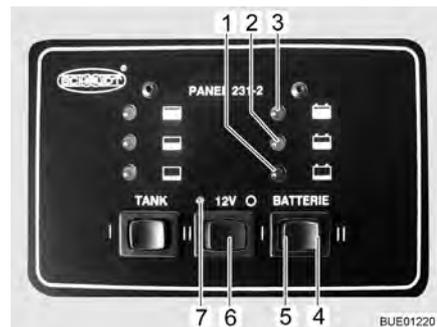

Fig. 96 Panel
El interruptor principal de 12 V (Fig. 96,6) conecta y desconecta la alimentación de 12 V del habitáculo.
- Presionar el interruptor basculante "12 V" (Fig. 96,6) a la izquierda: La alimentación de 12 V del habitáculo está conectada. La luz de control de 12 V (Fig. 96,7) se enciende de color verde.
Desconectar: ■ Presionar el interruptor basculante "12 V" (Fig. 96,6) a la derecha "O": La alimentación de 12 V del habitáculo está desconectada. Se apaga la luz de control de 12 V (Fig. 96,7).
Indicar: ■ Presionar la parte izquierda "I" (Fig. 96,5) del interruptor basculante "BATTERIE": Indica el estado de carga de la batería del habitáculo.
La parte derecha "II" (Fig. 96,4) del interruptor basculante "BATTERIE" no tiene función.
La luz de control roja (Fig. 96,1), con el símbolo "", está iluminada: La batería del habitáculo está descargada. Cargar la batería del habitáculo por completo inmediatamente.
La luz de control amarilla (Fig. 96,2), con el símbolo "", está iluminada: La batería del habitáculo está a media carga. La reserva de energía alcanza sólo para un período limitado de tiempo. Recargar pronto la batería del habitáculo.
La luz de control verde (Fig. 96,3), con el símbolo "", está iluminada: La batería del habitáculo está completamente cargada.